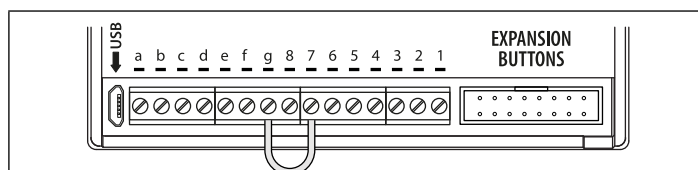

Fig. 56
2. Plaats een onderbreking over de klemmen **g** en **7** aan de achterkant van de GSM-module, zoals weergegeven in **Fig.56**.